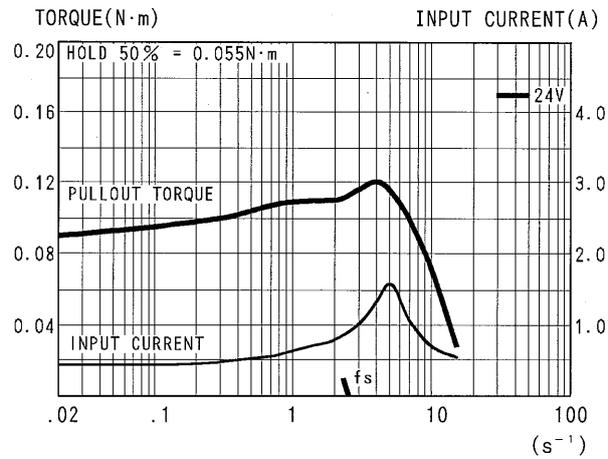

Fig. 3
| | 5M64A(B) 5M66HA(B) 5M69A(B) 5M96A(B) 5M99A(B) 5M913A(B) | 0.72 | 0.75 | ON (5L) | OFF (IH) | Fig.3 4 5 6 7 8 |